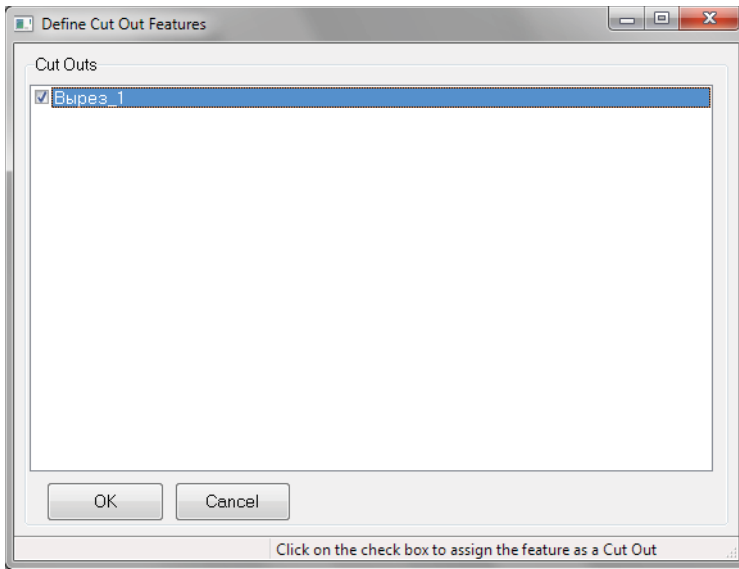

Рис. 2.11.23. Окно назначения атрибутов IDF вырезам
5. Назначить атрибуты формата IDF для вырезов в плате с помощью команды **Assign Cut-Out Features (Задать элементы-вырезы)** , установив в появившемся окне (рис. 2.11.23) флажки рядом с наименованиями элементов, которые должны рассматриваться в качестве вырезов в плате, после чего нажать кнопку **ОК**. Наименования вырезов изменятся на CutOut_x, где x = 0, 1... – порядковый номер выреза.